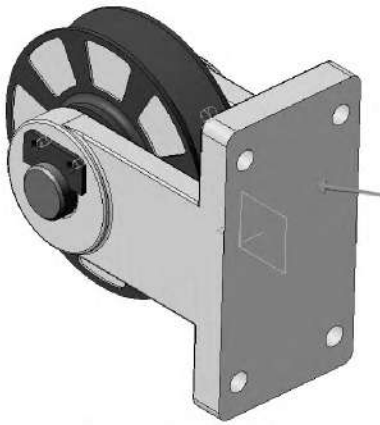

Рисунок 3.45. Выбор поверхности эскиза
3.1.1 Разверните сборку и укажите обратную грань детали *Вилка* (рисунок 3.45).